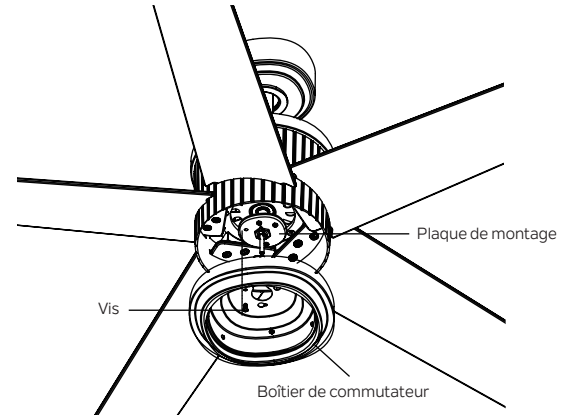

Fig. 19
Étape 1. Retirez la vis marquée d'une étiquette à points qui est préinstallée sur la plaque de montage et conservez-la pour une utilisation ultérieure. Desserrez les deux autres (ne les retirez pas). Placez les deux trous de fente sur le boîtier du commutateur sur les 2 vis précédemment desserrées depuis la plaque de montage. Faites pivoter le boîtier du commutateur jusqu'à ce qu'il se verrouille en place à l'extrémité étroite des trous de clé. Fixez en serrant les 2 vis précédemment desserrées et celle précédemment retirée. (Fig. 19)